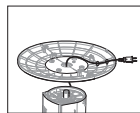

рис. 3
- Уложите шнур питания в соответствующие пазы (рис. 3).
- Убедитесь, что основание (1) надёжно закреплено (рис. 3).